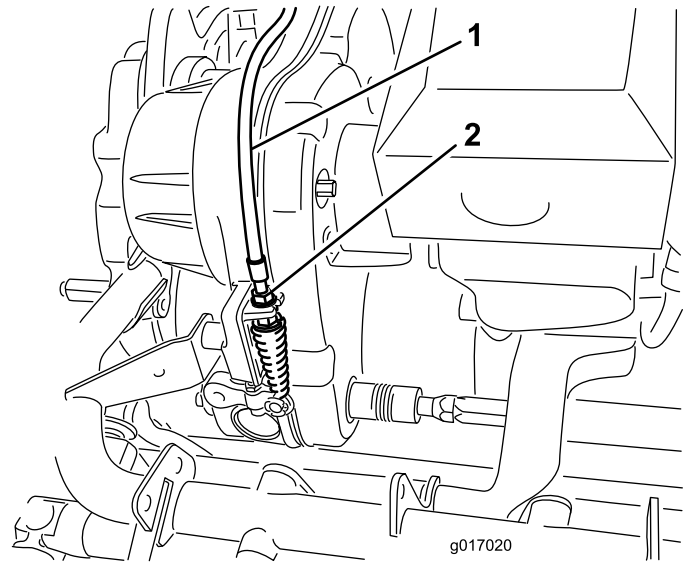

图47
2. 在变速箱隔板上，调整滚刀控制装置拉线（图47），使弹簧长度达到 2.78-2.85 英寸（70.6-72.4 毫米）。